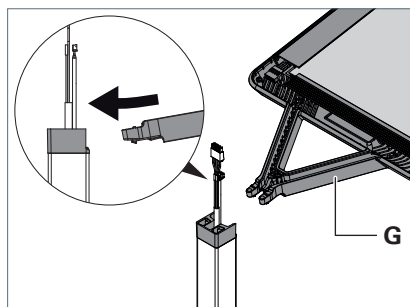

Fig. 3: Monter la tête du luminaire.
- Faites basculer légèrement le bras **G** de la tête du luminaire vers le bas jusqu'à la butée dans l'adaptateur, voir Fig. 3.